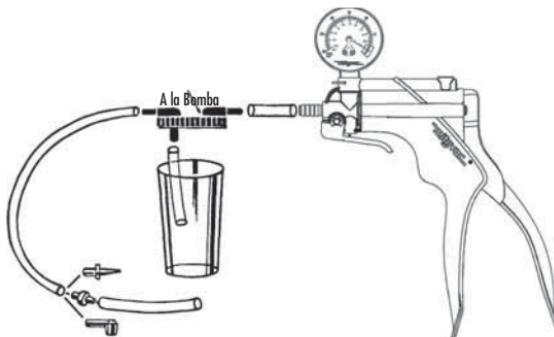

FIGURA 16: JUEGO DE PURGA DEL FRENO
- 3) Introduzca deslizando $1\frac{1}{2}$ " de tubo entre la bomba y la tapa del vaso del depósito, en el orificio marcado "TO PUMP" (a la bomba) (FIGURA 16).